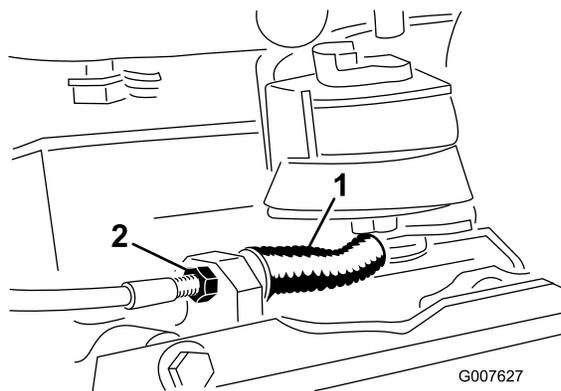

Figura 27
3. Para aumentar a tensão do cabo, desaperte a porca de bloqueio do cabo dianteiro e aperte a porca de bloqueio do cabo traseiro (Figura 27) até que seja obtida uma força de 2,3 a 3,2 kg, de maneira a que se possa engatar o travão. Meça a força no botão da alavanca. Não aperte demasiado ou pode prender o travão.